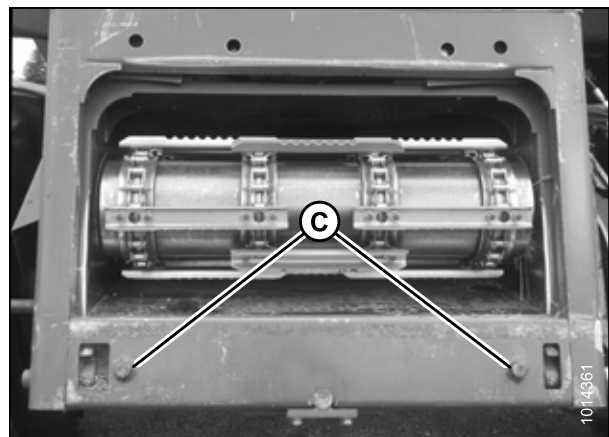

Abbildung 4.69: Anbaunasen AGCO Group
2. Den Mähdrescher anlassen und langsam auf das Schneidwerk zufahren, bis der Schrägförderer direkt unter dem Aufnahmerahmen am Floatmodul (A) ist und die Führungzapfen (C) (siehe Abb. 4.69, Seite 288) am Schrägförderer auf die Rundlöcher (B) im Floatmodul-Tragrahmen ausgerichtet sind.